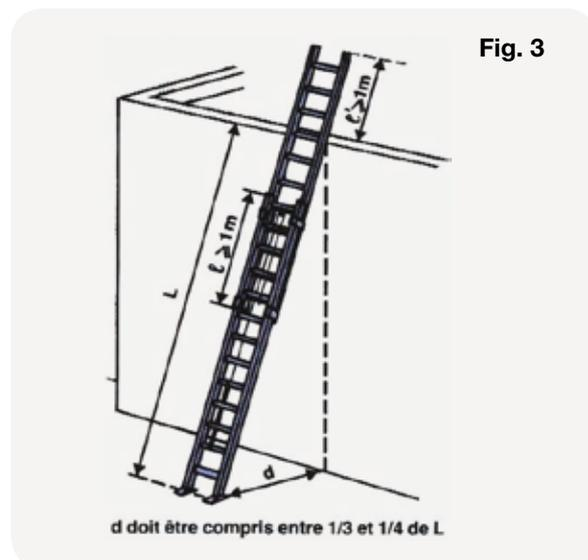

Fig. 3
- Incliner l'échelle comme indiqué (Fig. 3).
- Faire dépasser une échelle de service d'un mètre par rapport au niveau qu'elle dessert, ou prolonger l'un de ses montants d'une longueur équivalente (Fig. 3).
- Maintenir entre deux plans d'une échelle en bois un recouvrement d'au moins un mètre (Fig. 3).
- Placer le plan inférieur de l'échelle sur le plan supérieur (Fig. 3). Ainsi, à la descente, le pied de l'utilisateur pourra s'engager suffisamment sur le premier échelon du plan inférieur.